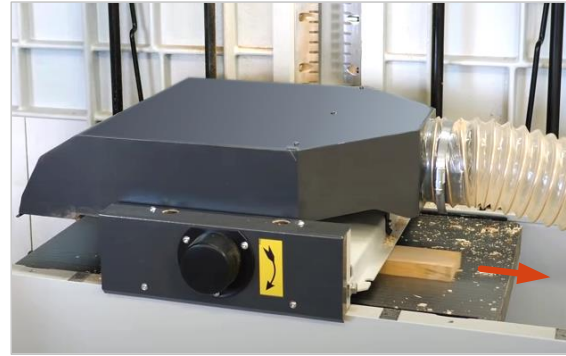

Abbildung 41: Bearbeitungsvorgang "Dickenhobeln"
- Aktivieren Sie nun den Vorschub. Hierzu müssen Sie den Schalthebel (20) nach unten stellen.
- Den Hauptschalter der Maschine (9) einschalten.
- Messerwelle mit grüner Drucktaste (B) starten.
- Das Werkstück mit der bereits abgerichteten Seite auf den Dickentisch (21) legen und manuell bis zur Einzugswalze (32) schieben → Das Werkstück wird automatisch zur Messerwelle transportiert, bearbeitet und kann anschließend auf der Auszugsseite entnommen werden (siehe ⇒ Abbildung 41).